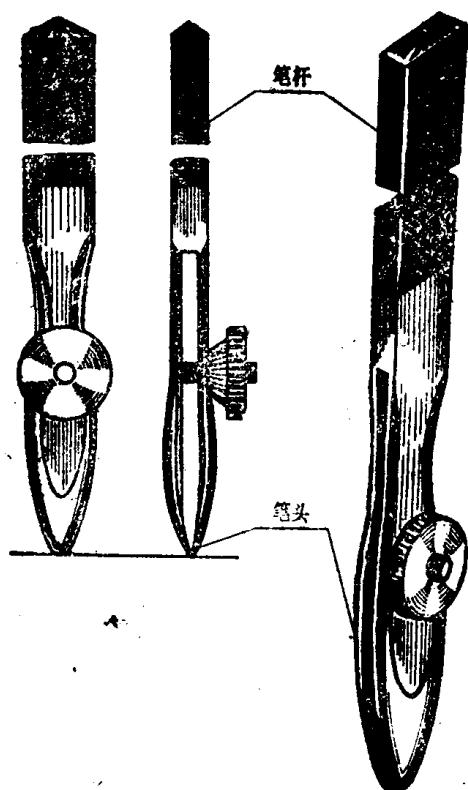

图 1-12
2. 阔头直线笔 阔头直线笔的结构形状,如图1-12所示。一般用于画特粗的墨线。